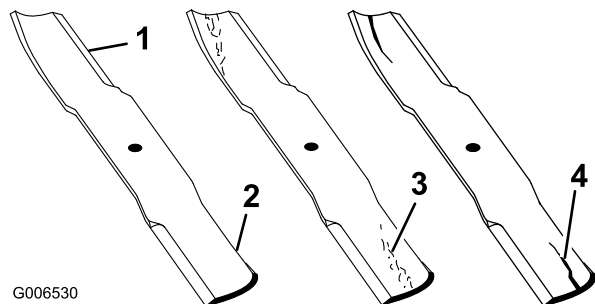

Figura 33
2. Examine cuidadosamente los extremos de corte de la cuchilla, sobre todo en el punto de reunión entre la parte plana y la parte curva de la cuchilla (Figura 33). Puesto que la arena y los materiales abrasivos pueden desgastar el metal que conecta las partes curva y plana de la cuchilla, compruebe la cuchilla antes de utilizar la máquina. Si observa señales de desgaste (Figura 33), cambie la cuchilla; consulte Cómo retirar la cuchilla.
Si se permite que la cuchilla se desgaste, se formará una hendidura entre la vela y la parte plana de la cuchilla (Figura 33). Con el tiempo, una parte de la cuchilla podría desprenderse y salir lanzada desde debajo de la carcasa, posiblemente causando lesiones graves a usted o a otra persona.